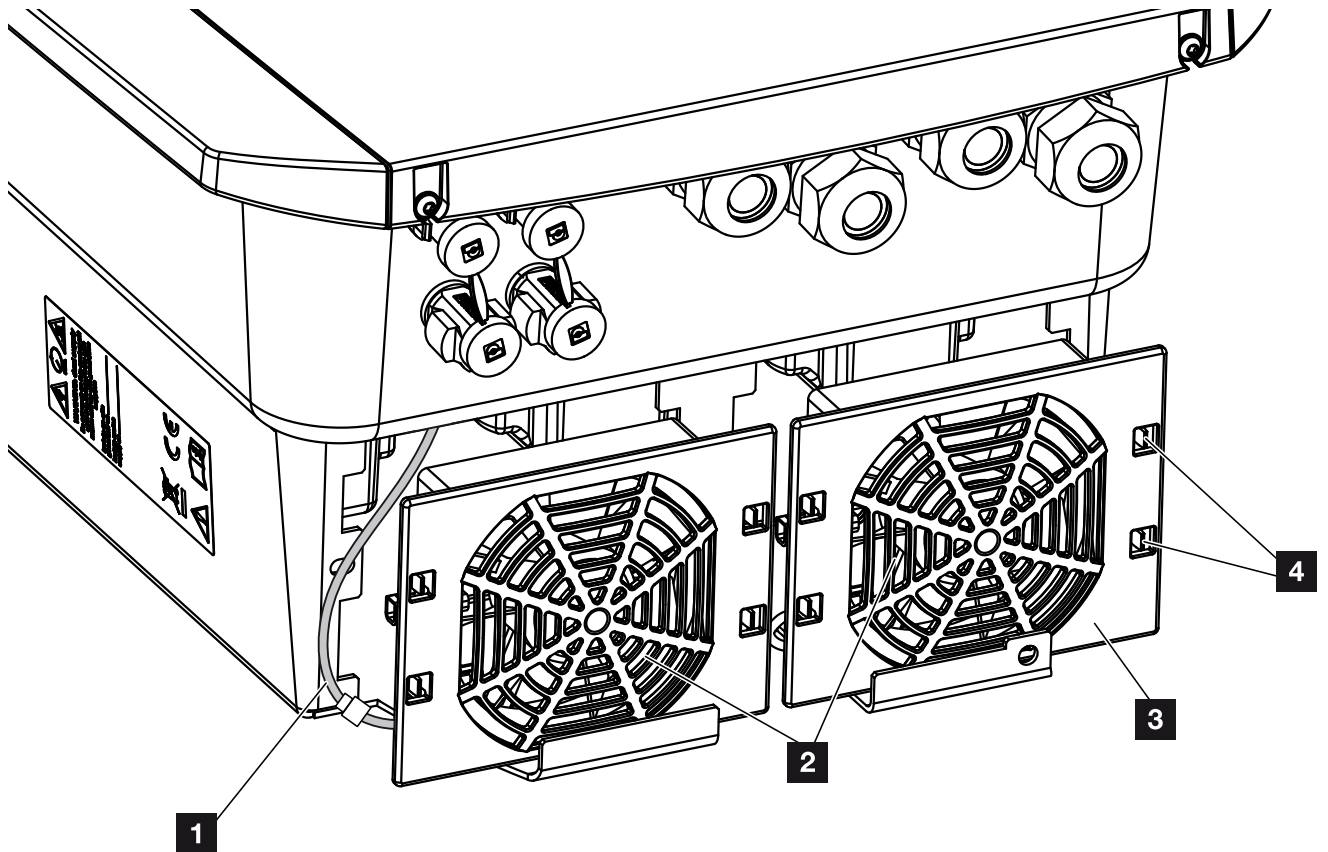

Abb. 62: Lüfterausbau Übersicht
2. Lüfter ausbauen. Dazu am Rand des Lüftergitters einen Schraubendreher ansetzen und leichten Druck auf das Lüftergitter ausüben.  **Abb. 62**